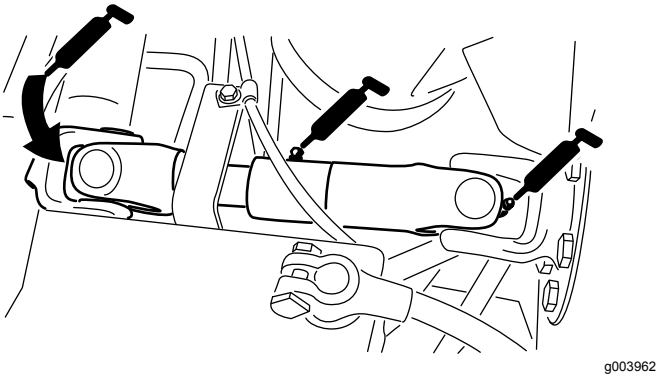

Bild 60
- U-Gelenk der Pumpenantriebswelle (3)—Bild 60